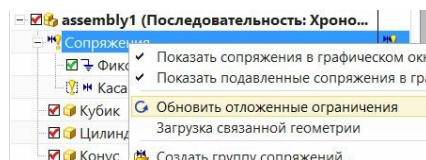

рис.60
- Чтобы отменить это «задержанное состояние», и выполнить уже описанные *сопряжения сборки*, нужно поставить курсор на заголовок всех сборок, вызвать КМ, и в нем выбрать команду **«Обновить отложенные ограничения»** (рис.60). После этого пропадут и все восклицательные знаки, и соответствующие компоненты сборки **«прыгнут»** на указанные им места.